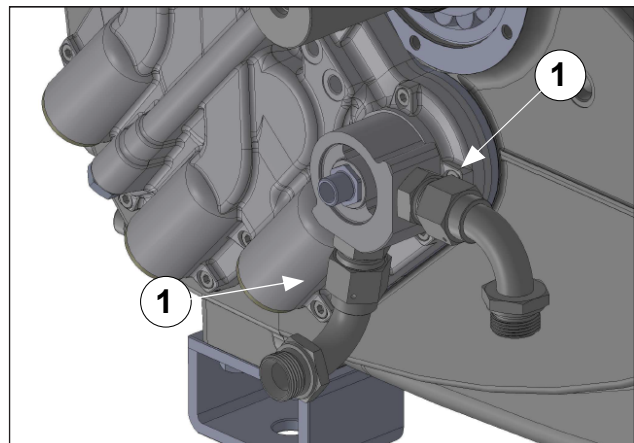

Abb. 131
Montieren Sie die Ölfilterkartusche und ziehen Sie sie von Hand fest (Pos. ①, Abb. 131).